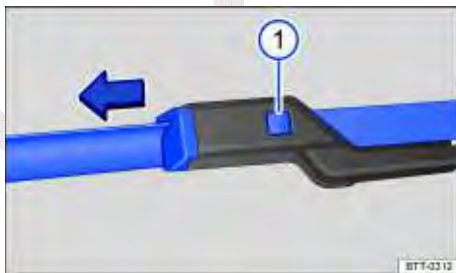

Fig. 135 Substituir as palhetas dos limpadores do para-brisa.
- Manter a tecla de destravamento ⇒ Fig. 135 ① pressionada e, ao mesmo tempo, retirar a palheta dos limpadores do para-brisa no sentido da seta.
- Retirar a palheta do limpador do vidro traseiro no sentido da seta ②.
- Manter a tecla de destravamento ⇒ Fig. 135